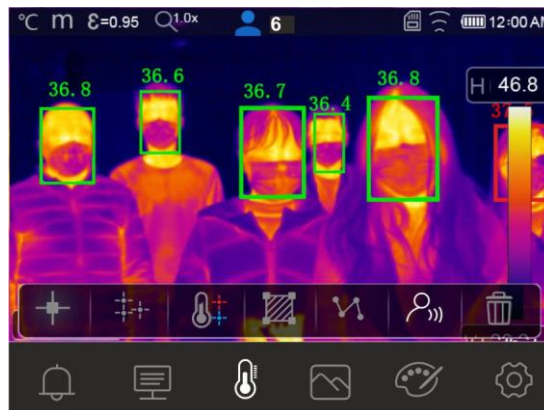

Fig. 36: Face mode sobre más personas
7. El Face mode permite la valoración de la temperatura facial sobre más personas (**hasta 10 personas**) simultáneamente (ver la Fig. 36). El contador “” presente en la parte superior del visualizador indica el número de detecciones estadísticamente válidas